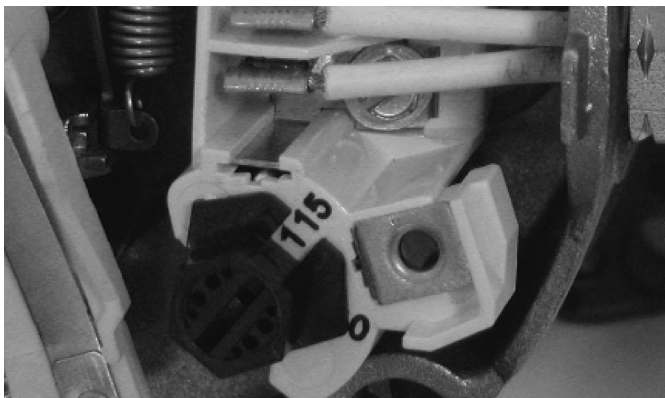

Figura 9: Voltaje configurado a 115 voltios, tipo enchufe
El enchufe ahora cubrirá 2 pestañas de metal y la flecha en el enchufe se alinearán con la flecha de 115 V en la etiqueta (ver Figura 9).
- Conecte primero el cable a tierra (Figura 9). El cable a tierra debe ser un cable de cobre sólido al menos tan grande como los cables de alimentación.
- Conecte los cables de alimentación al interruptor de presión como se muestra en la Figura 9.